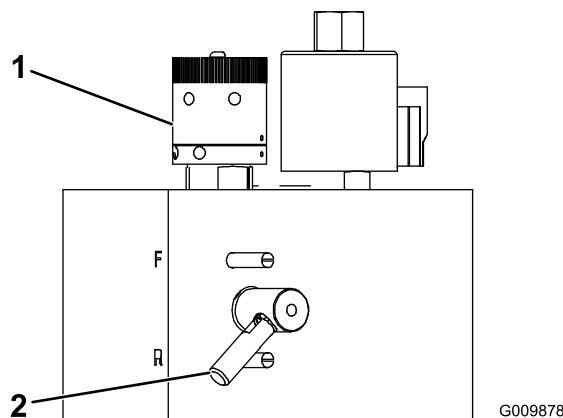

図 64
3. バルブ・ブロックについているバックラップ・ノブ (図 64) を右に回してバックラップ位置にセットする。リール速度ノブは「1」に合わせる (図 64)。